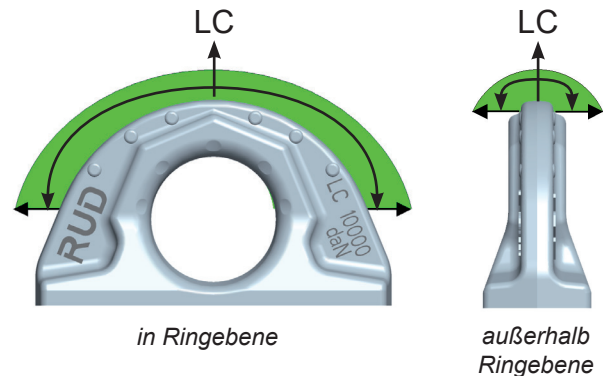

Abb. 1: zulässige Zugrichtungen
- Bringen Sie die Zurpunkte L-ABA in Zugrichtung an (vgl. Abb. 1 zulässige Zugrichtungen).